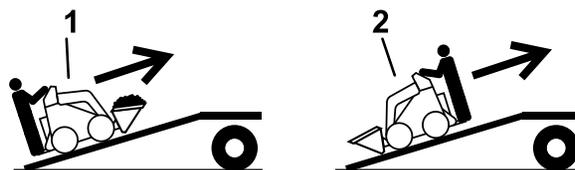

Рисунок 14
5. Погрузку машины на прицеп следует производить более тяжелой частью вверх по наклонному въезду, при этом грузы должны быть опущенными (Рисунок 14).